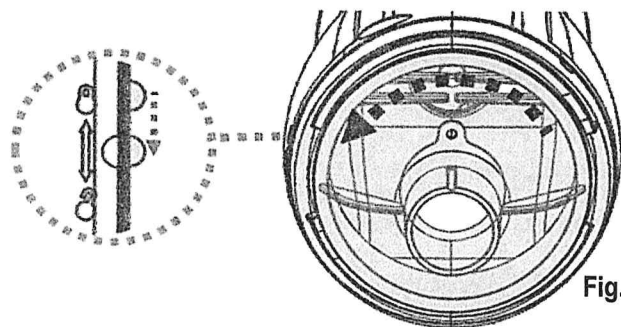

Fig.1
2. Aguante el cuerpo del limpiafondos y gire el contenedor transparente en sentido contrario a las agujas del reloj hasta que la marca blanca en el contenedor transparente alcance la marca de desbloqueo. (Fig.1) Retire el contenedor transparente y luego saque el saco de filtro / cesta filtrante del limpiafondos.